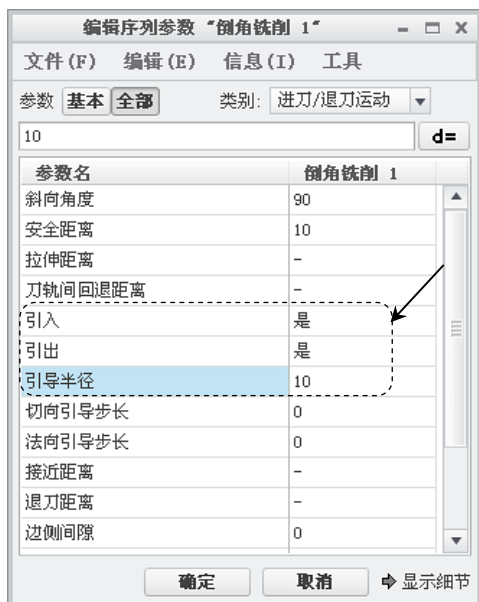

图 3.12.7 设置加工参数
Step5. 在弹出的“参数”设置界面中单击 按钮，系统弹出编辑序列参数“倒角铣削 1”对话框。在此对话框中单击 全部 按钮，在 类别: 下拉列表中选择 进刀/退刀运动 选项，设置图 3.12.7 所示的切削参数，然后单击 确定 按钮，返回到“倒角铣削”操控板。。